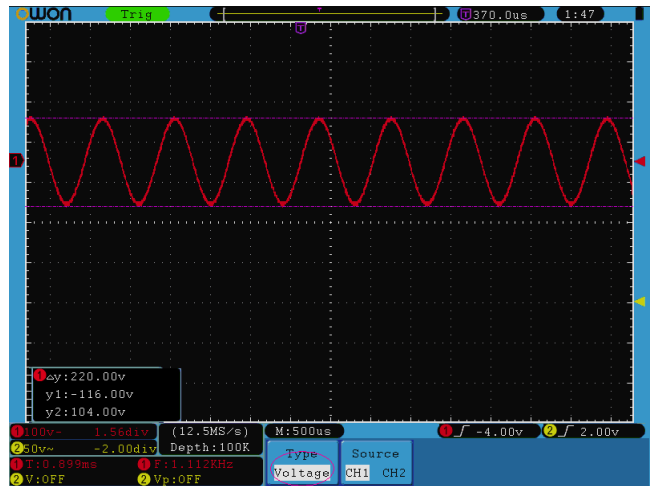

Рисунок 5.71. Вид осциллограммы при курсорных измерениях напряжения
4. В соответствии с особенностями измеряемой осциллограммы выберите положения курсора 1 и курсора 2 вращением регуляторов **VERTICAL POSITION** канала CH1 и канала CH2. В окне в левом нижнем углу окна отображения осциллограммы показывается разность потенциалов между курсорами и текущие значения положений обоих курсоров (см. рисунок 5.71).